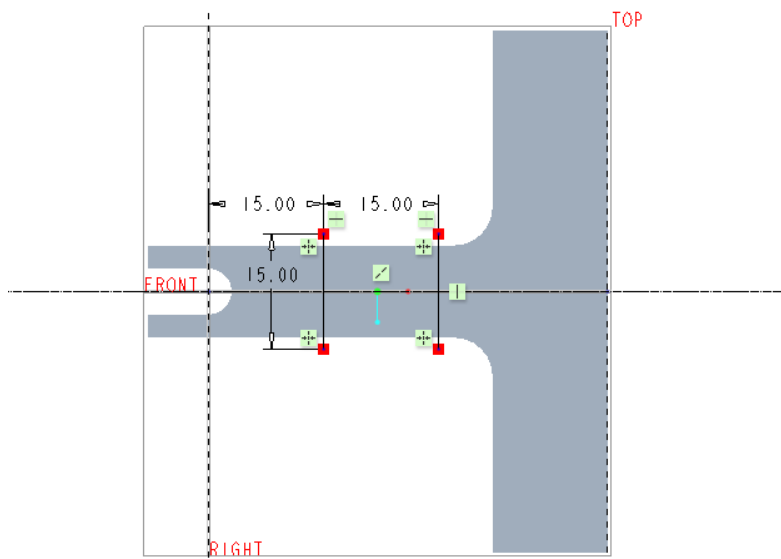

图 5-157 绘制过渡边界线
(7) 绘制过渡边界线（两条直线），如图 5-157 所示，然后单击  (确定) 按钮。